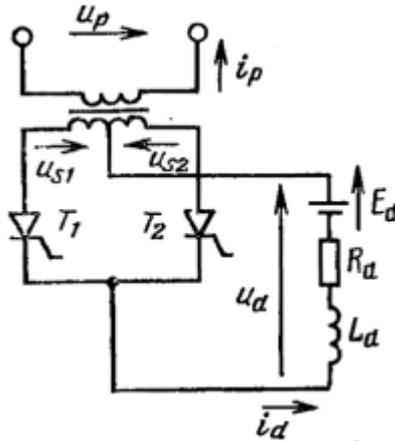

Рисунок 8 – Управляемый преобразователь со схемой 1Ф1Н2П
15. Резистор с сопротивлением $R_d = 0,2$ Ом и сглаживающий реактор с индуктивностью $L_d \approx \infty$ присоединены к цепи постоянного тока преобразователя со схемой соединения 1Ф1Н2П, работающего в инверторном режиме (рис. 8). Какой угол управления должен быть установлен, чтобы противо-ЭДС источника постоянного тока равнялась $E_d = 180$ В, среднее значение выпрямленного тока было 200 А, напряжение вентильной полуобмотки трансформатора $U_s = 200$ В, $f = 50$ Гц, индуктивность коммутации $L_\gamma = 1$ мГн, активное сопротивление $R = 0$. Вентили и электрическая монтажная схема идеальные. Постройте кривые тока в одном тиристоре и напряжения на его выводах для вычисленного угла управления.